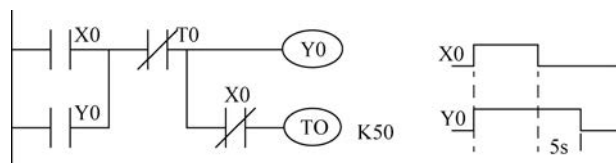
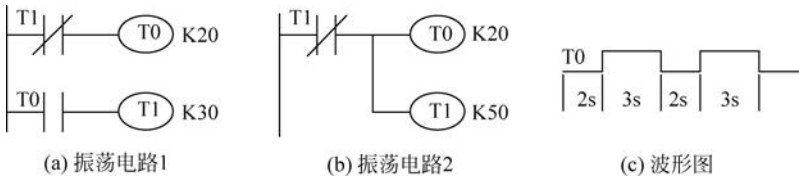

图 3-15 断电延时型定时器
图 3-19 占空比可调振荡电路
典型定时器的应用梯形图如图 3-15~图 3-19 所示。
(1) 断电延时型定时器。PLC 中的定时器为通电延时型,而断电延时型定时器可以用图 3-15 所示的梯形图来实现。
(5) 占空比可调振荡电路,如图 3-19 所示。